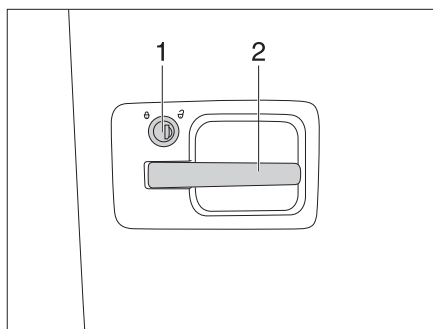
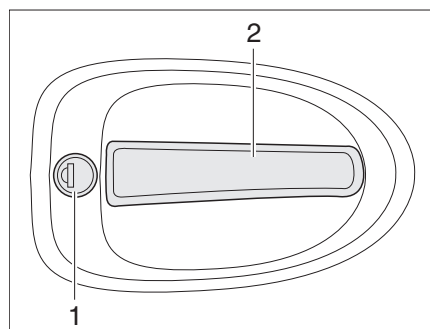

Fig. 19 Serratura della porta, lato esterno
Fig. 20 Serratura della porta, lato esterno
- Inserire la chiave nel cilindro della serratura (Fig. 19,1 e Fig. 20,1) e ruotare in senso orario, fino a quando la serratura della porta si sblocca.
- Tirare la maniglia della porta (Fig. 19,2 e Fig. 20,2). La porta è aperta.
- Inserire la chiave nel cilindro della serratura (Fig. 19,1 e Fig. 20,1) e ruotare in senso antiorario, fino a quando la serratura della porta si blocca.